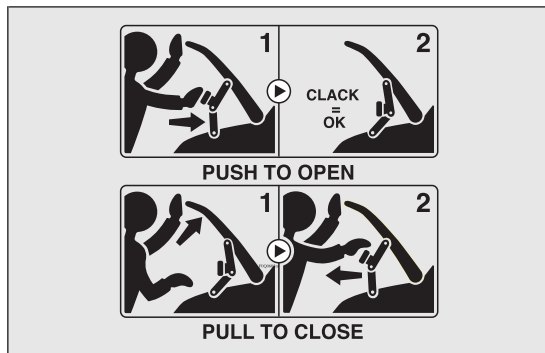

fig. 88
**AVVERTENZA** Sotto il cofano motore è comunque riportata una targhetta riepilogativa delle operazioni di apertura/chiusura del cofano motore precedentemente descritte (vedere fig. 88).